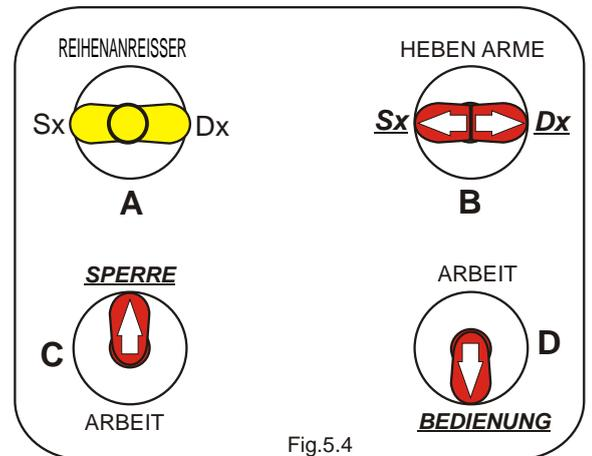

Fig.5.4
- Kippschalter **C** auf SPERRE (BLOCCO) stellen (Abb.5.4).
- Schalter **D** auf BEDIENUNG (Abb.5.4) stellen.
- Kippschalter **B** betätigen und erst auf LINKS (SX) und dann auf RECHTS (RX) stellen, um die Arme zu öffnen (Abb.5.4).